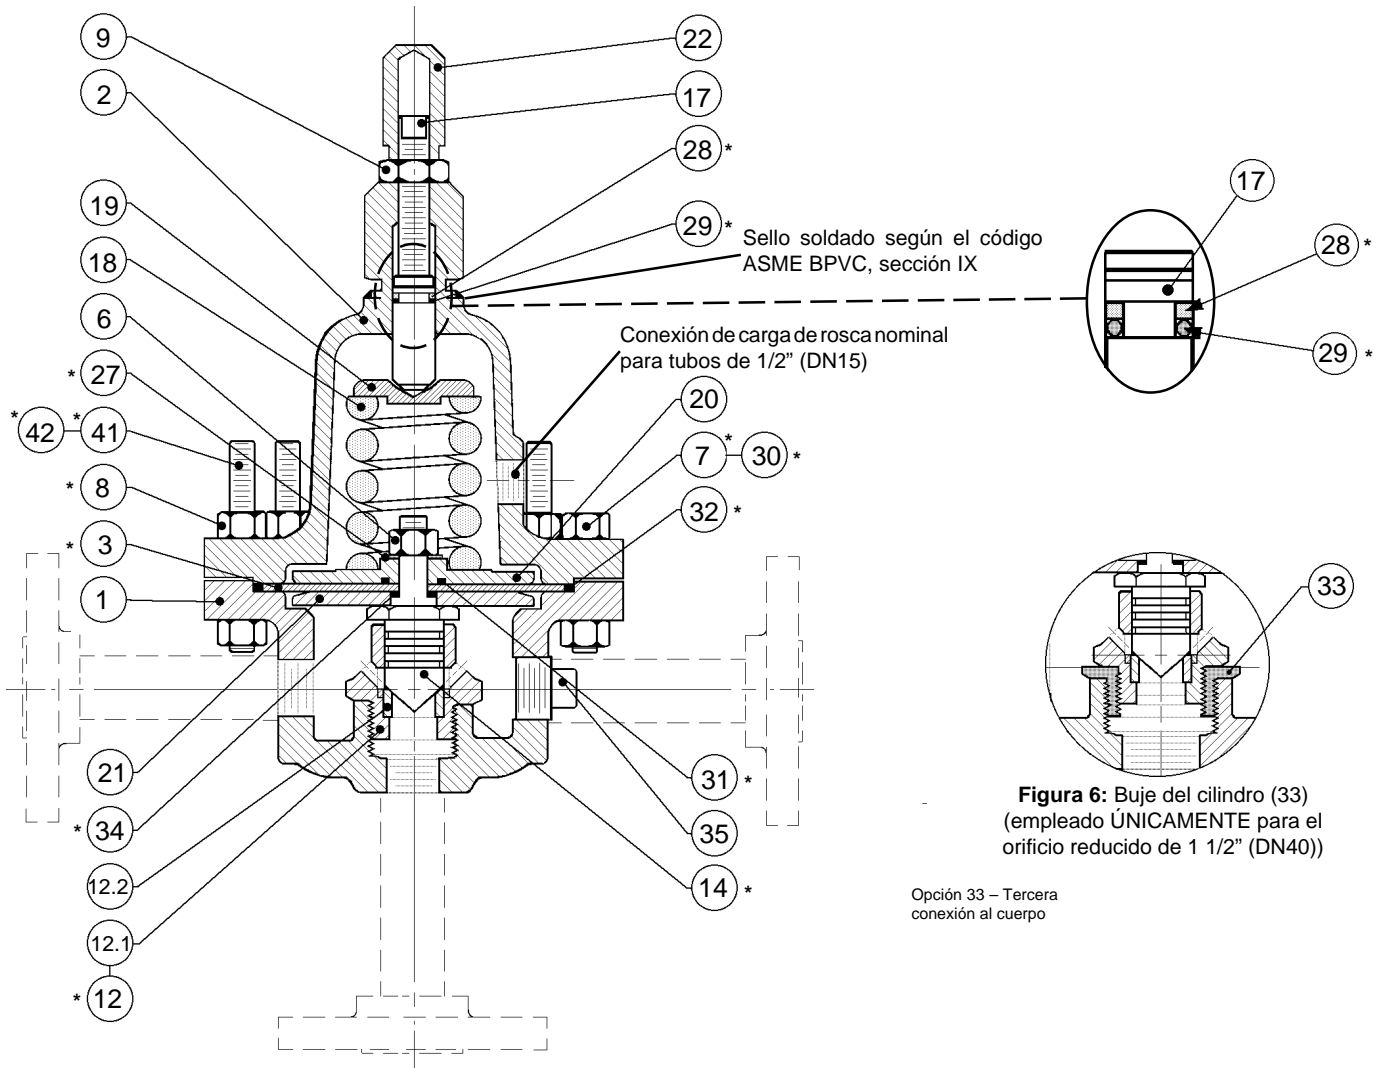

Figura 6: Buje del cilindro (33)
1. Coloque el cuerpo (1) de vuelta en la prensa de banco.
- a. *Para el orificio estándar:* Lubrique ligeramente la rosca del cilindro (12) con sellador para roscas. Inserte el cilindro (12) en el cuerpo (1) y atornílelo en sentido CW con la mano hasta que quede apretado. Impacte el cilindro (12) entre el cuerpo (1).
- b. *ÚNICAMENTE para la unidad de cuerpo de 1-1/2" (DN40) con orificio reducido* Lubrique ligeramente la rosca del cilindro (12) y del buje del cilindro (33) con sellador de roscas. Rosque el cilindro (12) entre el buje del cilindro (33) hasta apretarlos a mano. Entonces atornille el cilindro (12) y el Subensamble del buje del cilindro (33) con la mano entre el cuerpo (1) hasta que quede apretado. Impacte este ensamble del cilindro (12)/ buje del cilindro (33) entre el cuerpo (1). *Ver la figura 6.*
3. Coloque el arosello de la brida del diafragma (32) sobre la brida del cuerpo (1).
4. Coloque el pistón (14) en una prensa de banco, con la parte del poste roscado dirigido hacia arriba, sujetándolo por su superficie hexagonal.
5. Coloque el plato de empuje (21) debidamente orientado sobre el poste del pistón (14).
6. Coloque el arosello del plato de empuje (34) entre la cavidad del plato de empuje (21). Lubríquelo con grasa liviana de buena calidad.
7. Coloque el diafragma (3) y las cubiertas del diafragma (24) (*únicamente el diseño NACE*) según las siguientes instrucciones:
- a. **Únicamente la variación NACE (Dibujo No. 32934 de Cashco):** Coloque una de las dos cubiertas del diafragma (24) sobre el poste del pistón (14). Coloque el diafragma (3) y la segunda cubierta del diafragma (24) sobre el poste del pistón (14).
- b. **Únicamente variaciones distintas a NACE (Dibujo No. 32935 de Cashco):** Coloque el diafragma (3) sobre el poste del pistón (14).
8. Coloque el arosello del presión (31) entre la cavidad del plato de presión (20). Lubríquelo con grasa liviana de buena calidad. Ubique el plato de presión (20) sobre el poste del pistón (14).
9. Coloque la arandela de sellado (27) (*con el lado de metal hacia arriba*) sobre el poste del pistón (14).
10. Rosque la tuerca del pistón (6) sobre el poste del pistón (14). Apriétela a la siguiente presión: